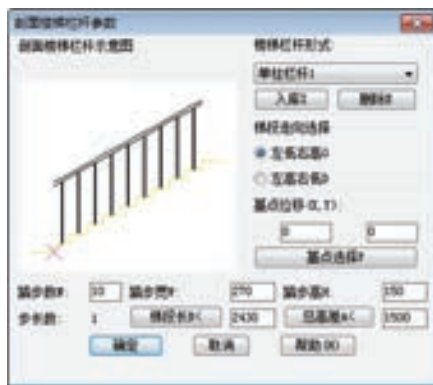

图 12-55 “剖面楼梯栏杆参数”对话框
2) 输入“CSLG”命令并按〈Enter〉键，系统弹出“剖面楼梯栏杆参数”对话框，设置参数如图 12-55 所示。